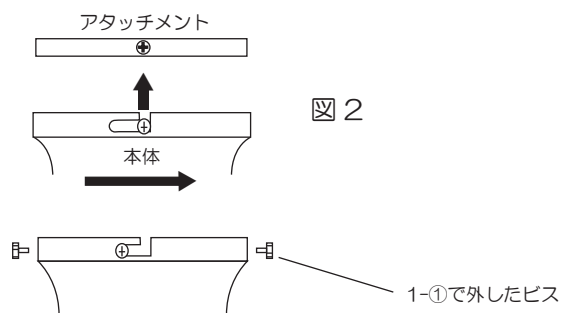

図 2
本体を両手でしっかりと支えながら図2のように1-①で緩めておいたアタッチメントのビスに本体2箇所(2箇所)の切り欠き部分を合せながら、本体を回してください。